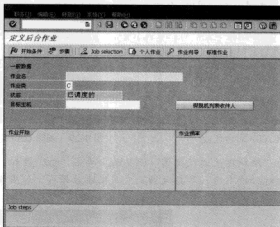

图 4-33 “定义后台作业”操作界面
STEP 1 在命令栏中输入 SM36 命令,显示“定义后台作业”操作界面,如图 4-33 所示。